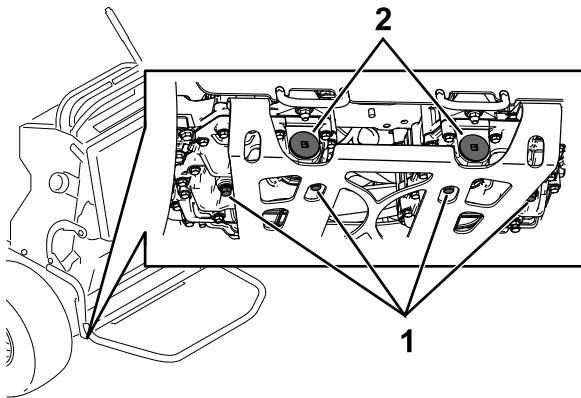

Figure 75
5. Localisez le bouchon de vidange sous la base de chaque transmission et placez un bac de vidange sous les bouchons (Figure 75).